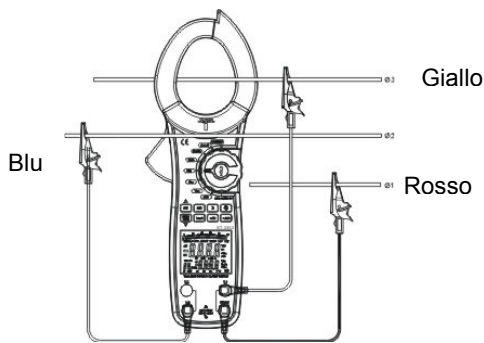

Figura 15
- Quando si fa una misurazione trifase su tre conduttori, mantenere premuto SEL per 5 secondi e sul visore appare **3 ϕ W**, premere di nuovo SEL per 5 secondi per abbandonare la modalità di misura dei 3 conduttori, collegare il misuratore come indicato nella figura 15.